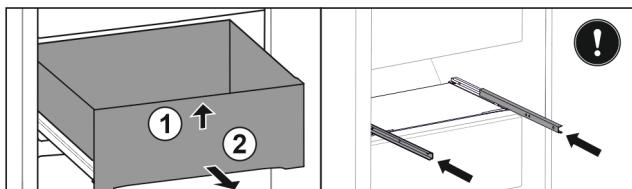

Fig. 98
- Nadzvedněte zásuvku vpředu. Fig. 98 (1)
- Vyjměte zásuvku dopředu. Fig. 98 (2)